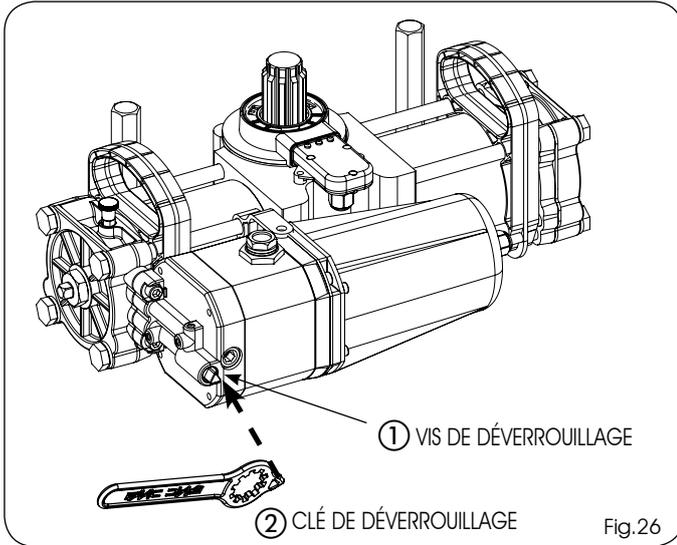

Fig.26
S'il faut actionner manuellement le portail en raison d'une coupure de courant ou d'un dysfonctionnement de l'automatisme, agir sur le dispositif de déverrouillage oléodynamique avec la clé de déverrouillage (Fig.26 réf.②):
- 2) Agir sur la vis de déverrouillage (Fig.26 réf.①), en y introduisant le défoncement triangulaire de la clé fournie (Fig.26 réf.②):